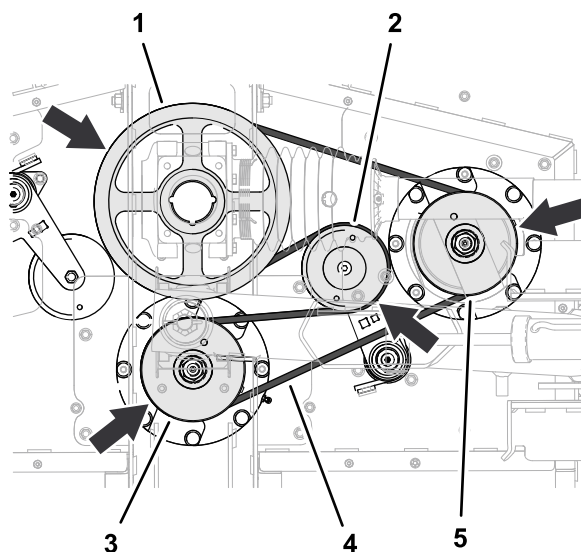

Figure 68
1. Acheminez la longue courroie autour de la poulie d'entraînement, dans la gorge supérieure de la poulie d'axe central, et autour de la poulie d'axe droit (Figure 68).
2. Au moyen d'une barre de levier ou d'un outil similaire, faites tourner le tendeur de courroie dans le sens antihoraire et chaussez la courroie sur la poulie de tendeur (Figure 68).